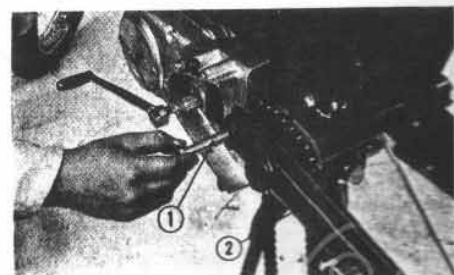

Fig. 101 ① Bout ② Achtervork
- 4) Demonteer de bout uit het achtervork-scharnierpunt. (Fig. 101)